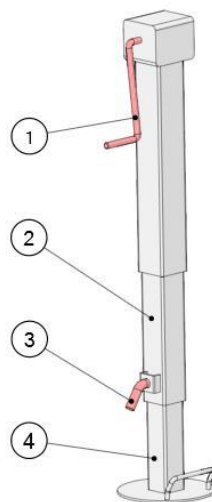

Figura 47. Pie de apoyo
Instalación del pie de apoyo (figura 47):
- Retire el pasador (3);
- Deslice el pie de apoyo (4) fuera del soporte (2) hasta la altura deseada;
- Bloquee la posición con el pasador (3);
- Gire la manivela (1) hasta que el pie de apoyo (4) se apoye en el suelo. Retirada del pie de apoyo (figura 47):
- Girando la manivela (1), introduzca el soporte (2) hasta el tope;
- Mueva el pie (4) en el soporte (2);